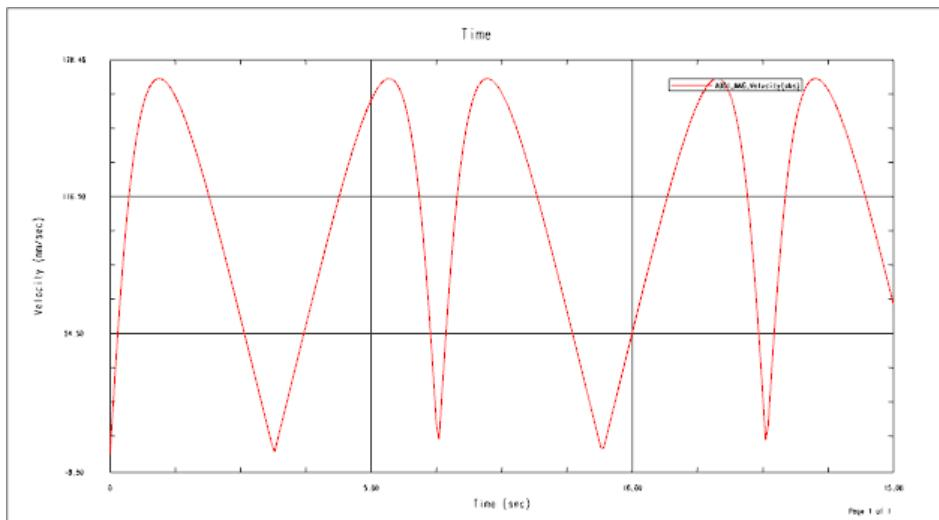

图 10.5.32 速度图表
(1) 选择命令。选择下拉菜单 **分析(Analysis)** → **运动(Motion)** → **图表(Graph)** 命令，系统弹出“图表”对话框。
(2) 选择要生成图表的对象并定义其参数。在“图表”对话框的**运动模型**区域选择**A001**标记，在**请求**下拉列表中选择**位移**选项，在**分量**下拉列表中选择**Y**选项，单击**Y 轴定义**区域中的**+**按钮。
(3) 选中“图表”对话框中的**保存**复选框，然后单击**...**按钮，选择 D:\ug85.16\work\ch10.05\ok\pneumatic\_mech\_asm\pneumatic\_mech\_asm.afu 为保存路径。
(4) 单击**确定**按钮，完成图表的输出。
Step32. 生成图 10.5.32 所示的速度图表。
(2) 选择要生成图表的对象并定义其参数。在“图表”对话框的**运动模型**区域选择**A001**标记，在**请求**下拉列表中选择**速度**选项，在**分量**下拉列表中选择**幅值**选项，单击**Y 轴定义**区域中的**+**按钮。